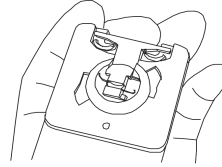
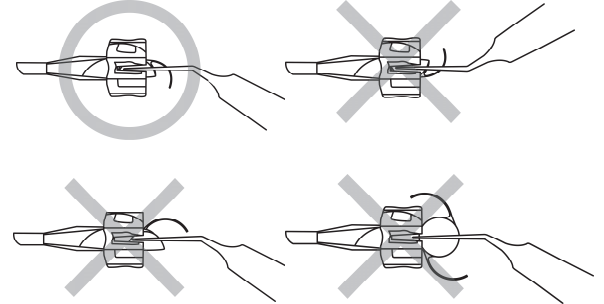

図 5
図 6
6. 専用レンズケースにて眼内レンズを二つ折りにし(図 5)、眼内レンズを鑷子で取り出す(図 6)。
7. カートリッジ上に描かれた眼内レンズの絵が上になるようにカートリッジを持ち、二つ折りにしたレンズを図 7 のようにしてカートリッジに入れる。このときの眼内レンズの向き(図 7)と、前記 6.でレンズケースから取り出すときの眼内レンズの向き(図 6)とは、逆向きになるので注意すること。